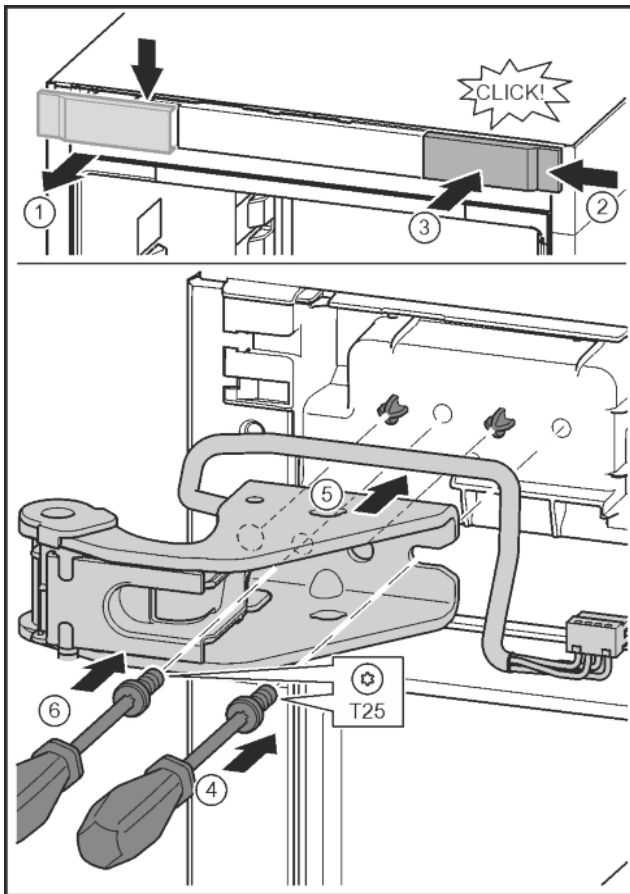

Fig. 28
- ▶ Abdeckung lösen und seitlich abnehmen. Fig. 28 (1)
- ▶ Abdeckung um 180° gedreht auf der anderen Seite von rechts einhängen. Fig. 28 (2)
- ▶ Abdeckung einrasten. Fig. 28 (3)
- ▶ Schraube mit Schraubendreher T25 ansetzen. Fig. 28 (4)
- ▶ Oberen Lagerbock ansetzen. Fig. 28 (5)
- ▶ Schraube festdrehen. Fig. 28 (4)
- ▶ Schraube mit Schraubendreher T25 einsetzen und festdrehen. Fig. 28 (6)